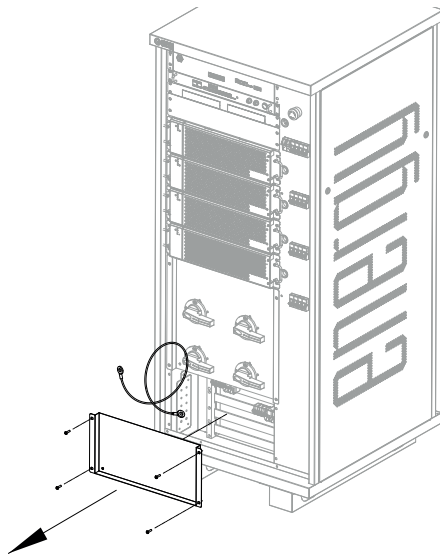

Fig. 5.2
1. Svitare le 4x viti M5 del pannello di copertura che si trova nella parte bassa del lato frontale e rimuoverlo per accedere alla morsetteria (Fig. 5.2).